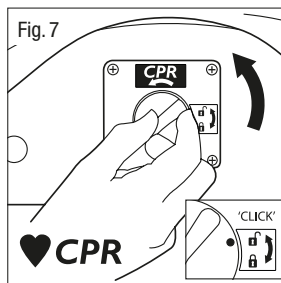

Fig. 7
5.3 Reanimatiefaciliteit (CPR) (Fig. 7)